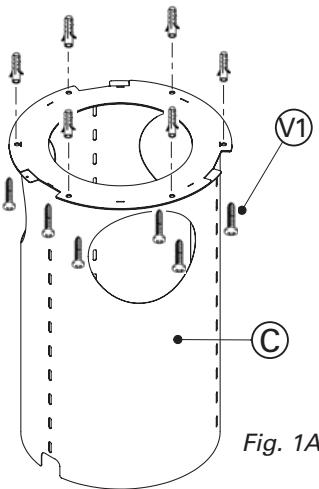

Fig. 1A/Abb. 1A
- 2) Fissare il traliccio superiore (C) al soffitto utilizzando 6 fischer da ø 8 e relative viti (V1) in dotazione (fig.1A).
- 2) Fasten the iron framework (C) to the ceiling using the six Ø8 expansion plugs and relative screws (V1) (fig. 1A).
- 2) Das obere Fachwerk (C) mit Hilfe von 6 Expansionsdübeln mit Ø8 und den entsprechenden mitgelieferten Schrauben (V1) an der Decke befestigen (Abb. 1A).
- Закрепить верхнюю раму (С) на потолке при помощи 6 дюбелей Ø 8 и соответствующих шурупов (V1), поставляющихся в комплекте (рис. 1A).